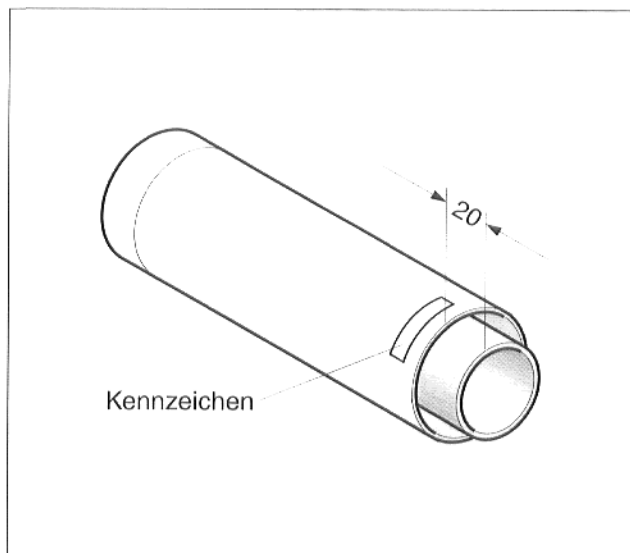

Abb. 10 Ablängen
- Kürzbare Rohre an der gekennzeichneten Seite mit einer Eisensäge kürzen. Überstand von 20 mm des Abgasrohres beachten (Abb. 10).